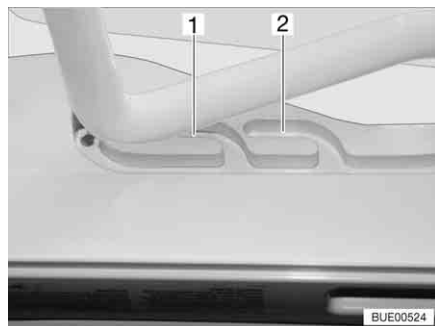
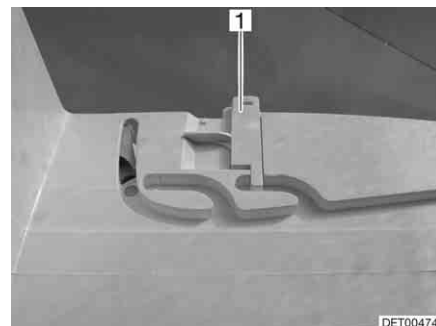

Bild 89 Heki-Dachhaube in Lüftungsstellung
Bild 90 Verriegelung Lüftungsstellung
- Lüftungsstellung** Die Heki-Dachhaube kann in zwei Lüftungsstellungen gebracht werden: Schlechtwetterstellung (Bild 89,1) und Mittelstellung (Bild 89,2). Je nach Modell kann die Dachhaube in der Mittelstellung mit den beiden Riegeln (Bild 90,1) links und rechts am Rahmen der Dachhaube verriegelt werden.
- Den Bügel leicht nach oben drücken und in die gewählte Führung (Bild 89,1 oder 2) schieben und ggf. verriegeln.